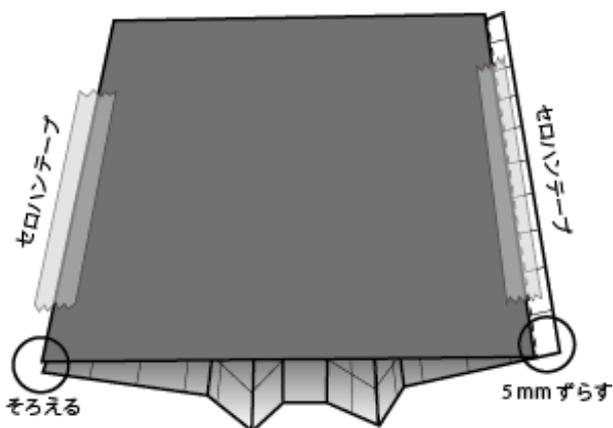
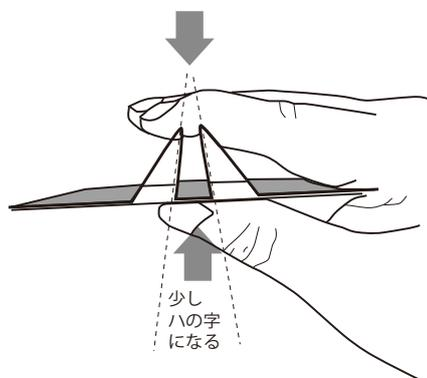

図6 2枚の工作用紙のセロハンテープの貼り方
図7 山のかたちの確認方法
5) 図6のように2枚の工作用紙の方眼面を向かい合わせます。片方のはしをそろえてセロハンテープで固定します。もう片方は5mmずらしてセロハンテープで固定します。
6) 工作用紙を手でおさえたとき山の形が図7のようにになっているか確認しましょう。図7のようにないときは、図6の右側の工作用紙のずらす長さをか変えてセロハンテープを貼り直します。
7) 工作用紙に貼った両面テープのシールを2枚ともはがして、もう一度、図7のように手で押さえてくっつけます。